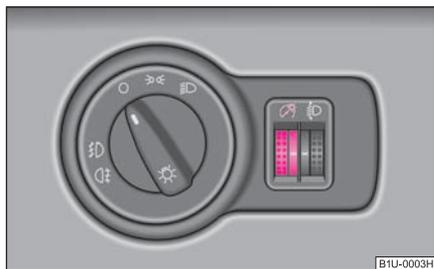

Fig. 47 Tableau de bord: Eclairage de l'instrumentation
- Tournez le régulateur ⇒ fig. 47 sur l'intensité souhaitée pour l'éclairage de l'instrumentation. ■